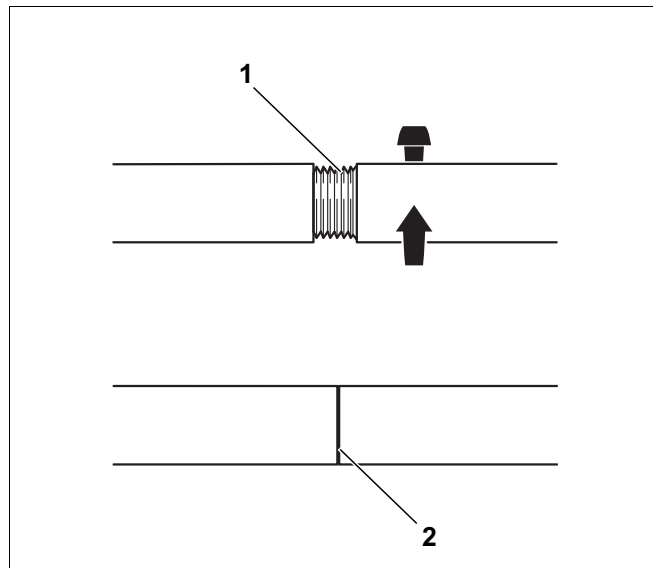

Fig. 15 Kjeltrækkeverktøy 2.3
**i** Når kjeltrekkeverktøyet i størrelse 2.3 løsnes er det mulig at trekkstengenes skrueforbindelser blir løsere (fig. 15, **pos. 1**). Disse skal derfor kontrolleres og om nødvendig ettertrekkes før kjeltrekkeverktøyet brukes igjen (fig. 15, **pos. 2**). Hvis det presses med løse skrueforbindelser, kan trekkeverktøyet skades eller ødelegges.